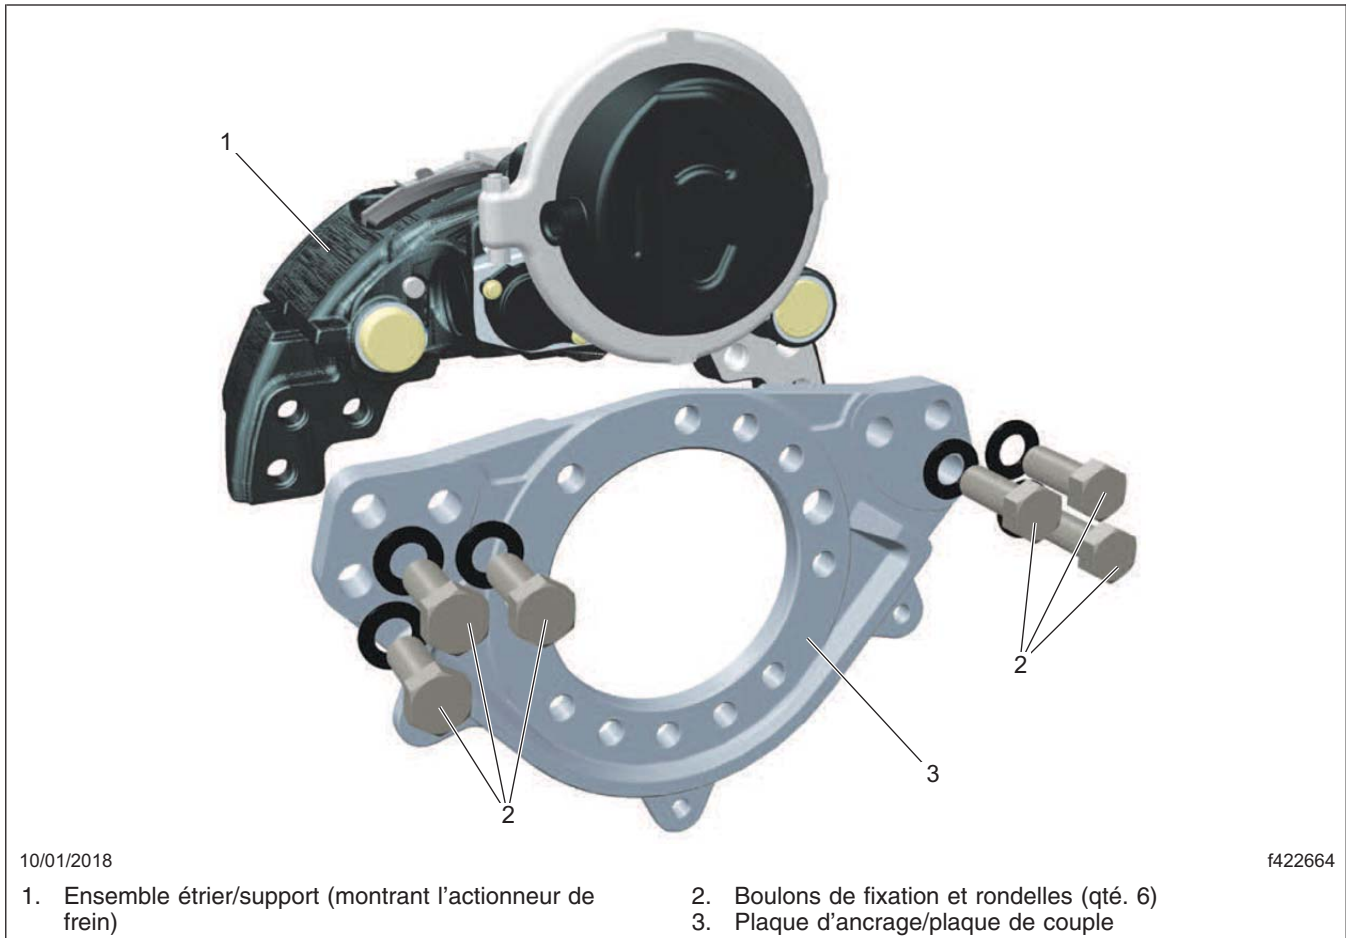

Fig. 1, Étrier Bendix à montage axial
5. Alignez chaque ensemble étrier/support avec le rotor en repoussant l'étrier contre le rebord de la plaque de couple, puis installez l'ensemble étrier/support en utilisant les boulons de fixation de l'étrier neufs. Reportez-vous à la figure 1.
REMARQUE : L'étrier Meritor à montage axial est similaire à l'étrier Bendix à montage radial illustré à la figure 1.